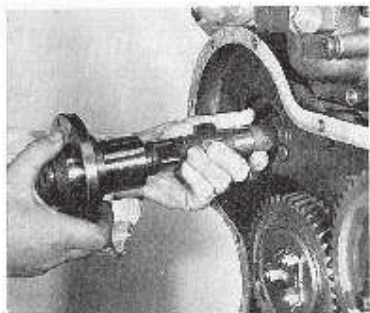

Fig. J9. — Retraitage de l'arbre à cames
- A ce point, la lettre sur le rotor de la pompe d'injection doit correspondre avec le repère ou l'écrou dans la pompe (selon application). Si ces repères ne coïncident pas, desserrer les écrous de pignon de pompe à injection; tourner l'adaptateur dans la direction désirée pour que le repère de la lettre vienne en ligne avec le repère du rotor (Fig. J9).